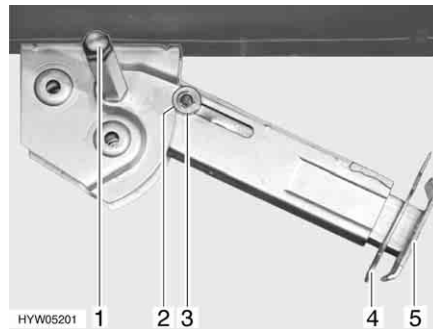

Bild 51 Stödben
- Placera hylsnyckeln på sexkanten (Bild 51,1) och vrid runt den tills stödbenet står rakt neråt.
- Drag ut sprinten (Bild 51,4) ur stödbensförlängningen (Bild 51,5).
- Placera hylsnyckeln på sexkanten (Bild 51,1) och vrid runt den tills stödbenet inte längre sitter mot marken.
- Skjut in stödbensförlängningen (Bild 51,5) helt och sätt in sprinten (Bild 51,4) i borrhålet på stödbensförlängningen.
- Vrid på sexkanten (Bild 51,1) med hylsnyckeln tills stödbenet har svängts upp och styrbrickan (Bild 51,3) befinner sig längst upp i skåran (Bild 51,2).